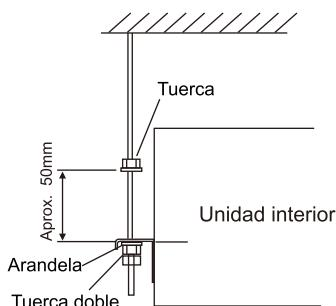

Fig. 3.5 Pernos de suspensión y tuerca
- (1) Tenga en cuenta la dirección de la tubería, el cableado y el mantenimiento y elija la dirección y ubicación adecuadas para la instalación.
- (2) Instale los pernos de suspensión como se muestra en la Fig. 3.5 a continuación.
- (1) Cómo fijar los pernos de suspensión y las tuercas. Como se muestra en la Fig. 3.5, las tuercas están fijadas en cuatro pernos.